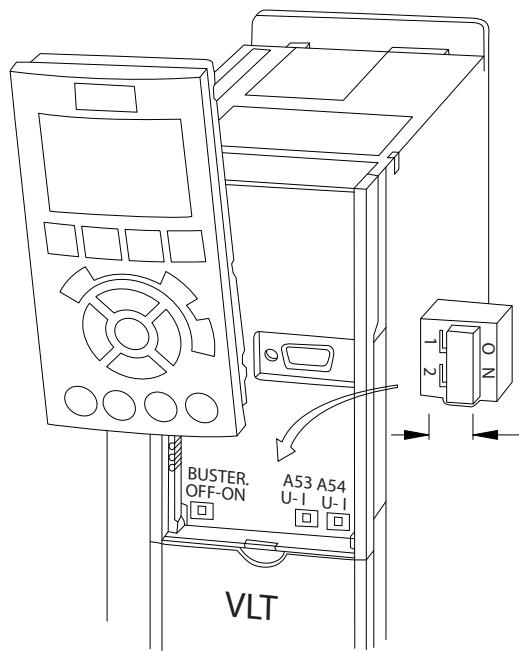

图 4.27 端子 53 和 54 的开关位置
1. 拆除 LCP (本地控制面板) (如图 4.27 所示)。
- 控制卡上提供了一个用于总线端接阻抗的开关 (BUS TER.)。请参阅 图 4.27。